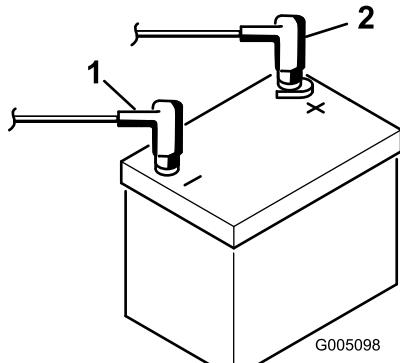

Bild 7
- Klemmen Sie zuerst das Pluskabel (Rot) am Pluspol (+) der Batterie und dann das Minuskabel (Schwarz) am Minuspol (-) der Batterie an, wobei Sie die Kopfschrauben und Muttern verwenden (Bild 7). Ziehen Sie die Gummimuffe über den Pluspol, um Kurzschlüsse vorzubeugen.